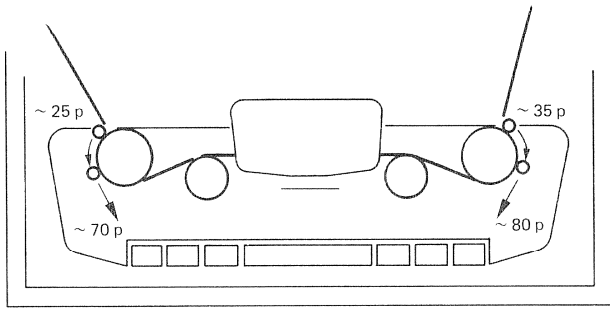

Fig. 4.1.-7
The pinch roller must be removed from the pressure arm. Move the plunger of the solenoid ⑥ by hand. Measure the clearance between the capstan motor shaft and the pressure arm shaft (fig. 4.1.-6). This clearance must be adjusted to 15 mm (+ 0.4/-0 mm), by means of spacers between the solenoid ⑥ and its mounting bracket.
Die Gummi-Rolle muss vom Andruckarm entfernt werden. Den CUE-Magneten ⑦ von Hand betätigen. Zwischen Tonmotorachse und Andruckarmachse muss der Abstand a (Fig. 4.1.-6) auf 20 mm (+0,4/-0 mm) eingestellt werden, mittels Distanzplättchen unter dem CUE-Magneten ⑦.